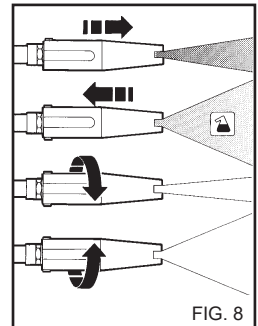

FIG. 8
**USO DE LA BOQUILLA REGULABLE MULTIREG (Fig. 8).**